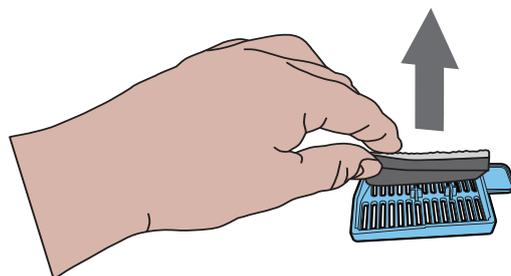

Fig. 18
7. Sett filterkombinasjonen tilbake igjen, og sjekk at det grove, svarte filteret har kontakt med plastholderen. (Se Fig. 18).